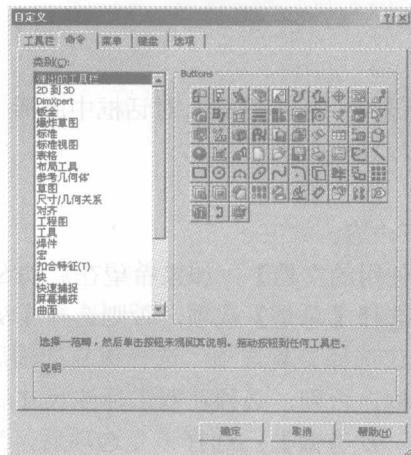

图 1-15 【Buttons】分组框
(1) 在【工具】主菜单中选取【自定义】选项或在工具栏区域单击鼠标右键，在弹出的快捷菜单中选择【自定义】选项打开【自定义】对话框，进入【命令】选项卡。
(2) 在【类别】列表框内选择相应的工具栏，此时在对话框右边的【Buttons】分组框内将出现所有与所选工具栏命令有关的按钮，如图 1-15 所示。
(3) 将鼠标指针移至所需按钮上（此时系统将给出相应的按钮功能提示），按下鼠标左键拖动按钮至相应工具栏内，松开鼠标左键即完成了草图快捷按钮的调出。
(4) 若要删除按钮，只需要将按钮从工具栏拖回按钮区域即可。
(5) 完成设置后，单击【确定】按钮退出【自定义】对话框。